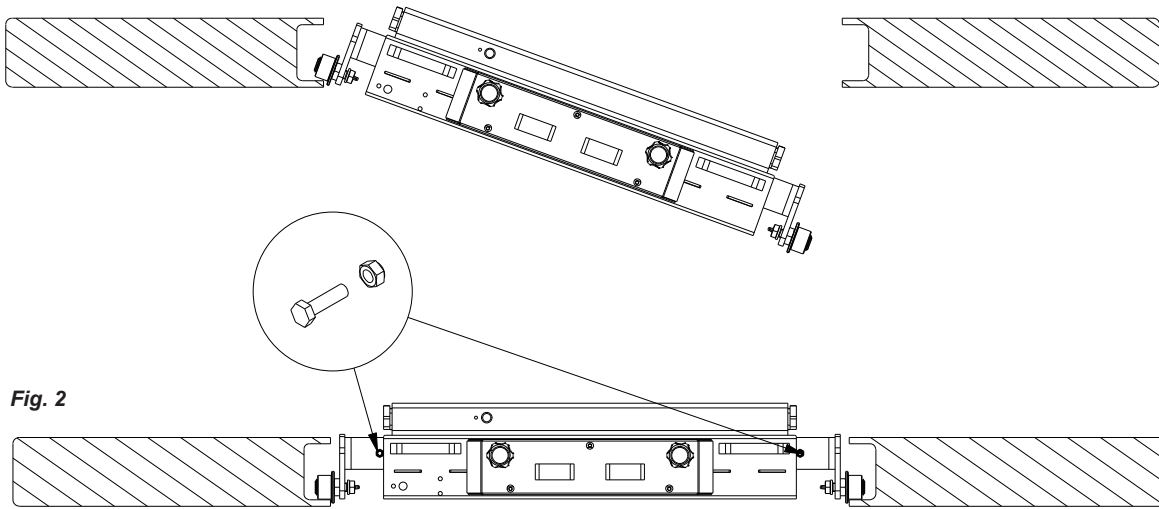
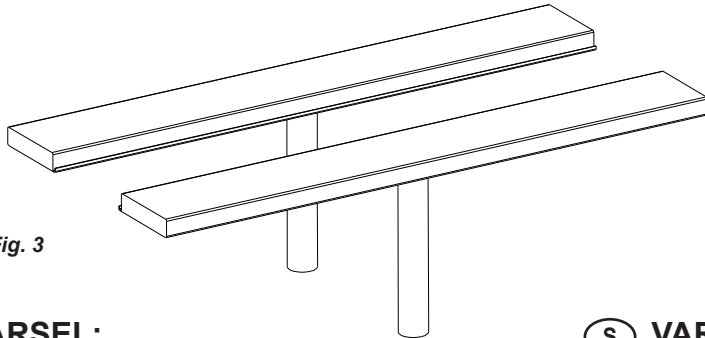

Fig. 2
Fig. 3
(N) Hvis der er nedstyrtningsfare (*flade ophæng, ruller uden styr e.l.*) skal der sikres mod nedstyrning. Bor et Ø8 hul i udtrækket i hver side umiddelbart udenfor rammen og monter gennemgående bolt (se fig. 2). Hvis der desuden vurderes at være fare for afsporing af saksedonkraften, skal ophænget sikres yderligere, især ved lifttyper som fig. 3, der har svært ved at holde kørebanerne parallelle. Sikringens udførsel beror på montørens vurdering i hvert enkel tilfælde.
To ensure against collapsing (*flat support arms, rolls without steering etc.*), the support arms must be secured. Drill a Ø8 hole in the support arms right outside the main frame on both sides and mount a through going bolt (*please refer to fig. 2*). In case of danger of derailing or any other form of crashing it is important to take the relevant precautions, especially for lift types as fig.3. There may be difficulties in having this lift type keep the ramps parallel. It is up to the assessment of the serviceman how to carry out the securing of the support arms in each case.
Bei Absturzgefahr (*flache Aufhängungen, Rollen ohne Steuerung usw.*) vor Absturz sichern: Einen Ø8 Loch im Auszug in beiden Seiten bohren, unmittelbar vor dem Rahmen, und einen durchgehenden Bolzen montieren (*Siehe fig. 2*). Bei Gefahr der Entgleisung oder irgendeiner Art vom Absturz, muss man sich zusätzlich sichern, besonders bei Lift Typen wie fig. 3, da es schwierig sein kann, die Fahrbahnen parallel zu halten. Der Monteur soll in jedem einzelnen Fall beurteilen, wie die Ausführung der Sicherung der Aufhängungen ausgeführt werden muss.
En cas de danger d'écroulement (jeu d'accroches plats, rouleaux sans guide ou autre) il faut obligatoirement prendre des précautions. Percer un trou Ø8 dans le bras rallonge de chaque cotés, juste à l'extérieur du bras, et monter le boulon transversant (*voir fig. 2*). En cas de danger de déraillement veuillez prendre d'avantage de précautions surtout à l'utilisation des ponts élévateurs (*voir fig. 3*) qui arrivent difficilement à garder les rails/chemins de roulement parallèle. Chaque cas doit être étudié par l'installateur qui choisi les actions à prendre.
Om det finns risk för nedfall (slaka upphängningsanordningar, rullar utan styr på osv.) ska du säkra mot nedfall. Borra ett Ø8-hål i utdragningsanordningen på varje sida precis utanför ramen och montera genomgående bultar (se fig. 2). Om det dessutom kan finnas risk för att saxdomkraften kommer ur spår ska du säkra upphängningsanordningen ytterligare, särskilt vid lifttyper som fig. 3, som har svårt med att hålla körbana parallella. Hur säkringen görs beror på montörens bedömning i de olika fallen.
Sommige draagarmen dienen te worden gezekeerd om te voorkomen dat de krik valt (bij vlakke ophanging, wielen zonder geleidingsgleuf, etc.): boor een gat Ø8 in de draagarmen aan beide zijden juist vlak naast het basisframe en monteer een bout door de ophanging (*zie fig. 2*). Het is belangrijk dat de nodige voorzorgsmaatregelen worden getroffen om de kans op ontsporing of vallen te voorkomen, in het bijzonder bij hefbruggen zoals fig. 3. Het parallel laten lopen van dit heftoestel met de hefbrug kan lastig zijn. De installateur zal bij iedere plaatsing afzonderlijk moeten beoordelen op welke wijze de draagarmen dienen te worden gezekeerd.